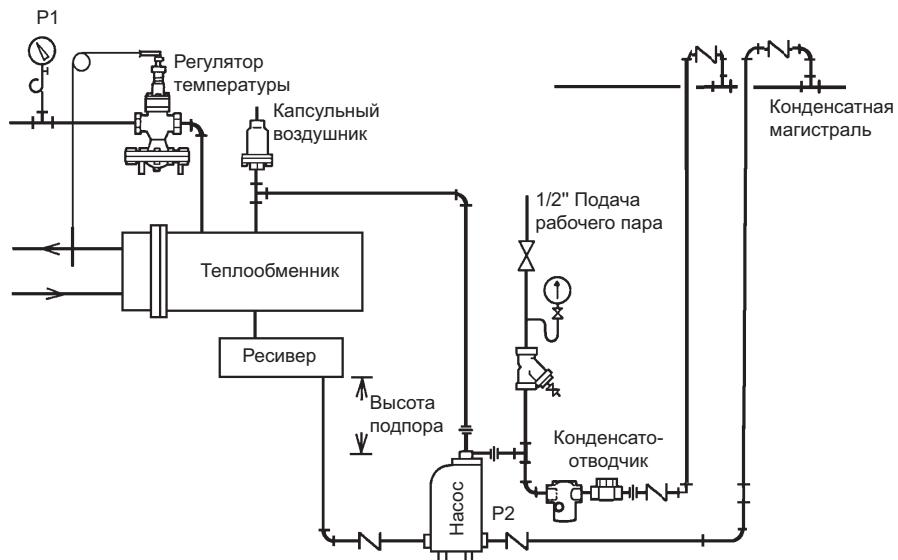

Рис. 3
1. Установите насос под дренируемым оборудованием, направьте выхлоп насоса вверх. Насос должен быть установлен с рекомендуемой высотой подпора (вертикальное расстояние между срезом крышки насоса и дном резервуара/ресивера), как показано на Рис. 3. Для определения другой высоты подпора необходимо сверится с графиком производительности насоса, так как при снижении высоты подпора, производительность насоса уменьшается.
2. Чтобы предотвратить затопление оборудования во время фазы выпуска насоса, горизонтально выше насоса должна быть установлена выпускная труба от резервуара или ресивера, как на Рис. 3. Для точного определения размера ресивера/резервуара используйте таблицу "Размеры ресиверов" на стр. 6. Все соединения входной линии должны быть полностью открыты.